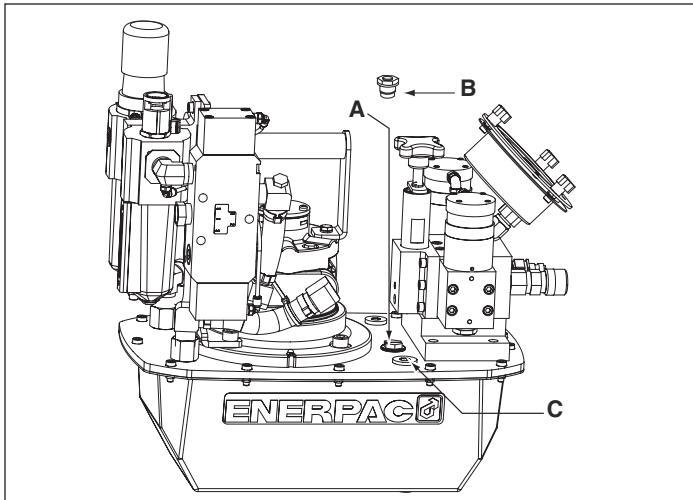

Figura 2, Installazione dello sfiatatoio ZA44T
4.1 Cappuccio sfiatatoio del serbatoio (vedere Figura 2)
Controllare il livello dell'olio della pompa prima dell'avvio, e se necessario aggiungere olio togliendo il tappo SAE #10 dalla piastra del coperchio (vedere la Figura 2). Il serbatoio è pieno quando il livello dell'olio raggiunge la parte alta del vetro di livello (Fig. 4).